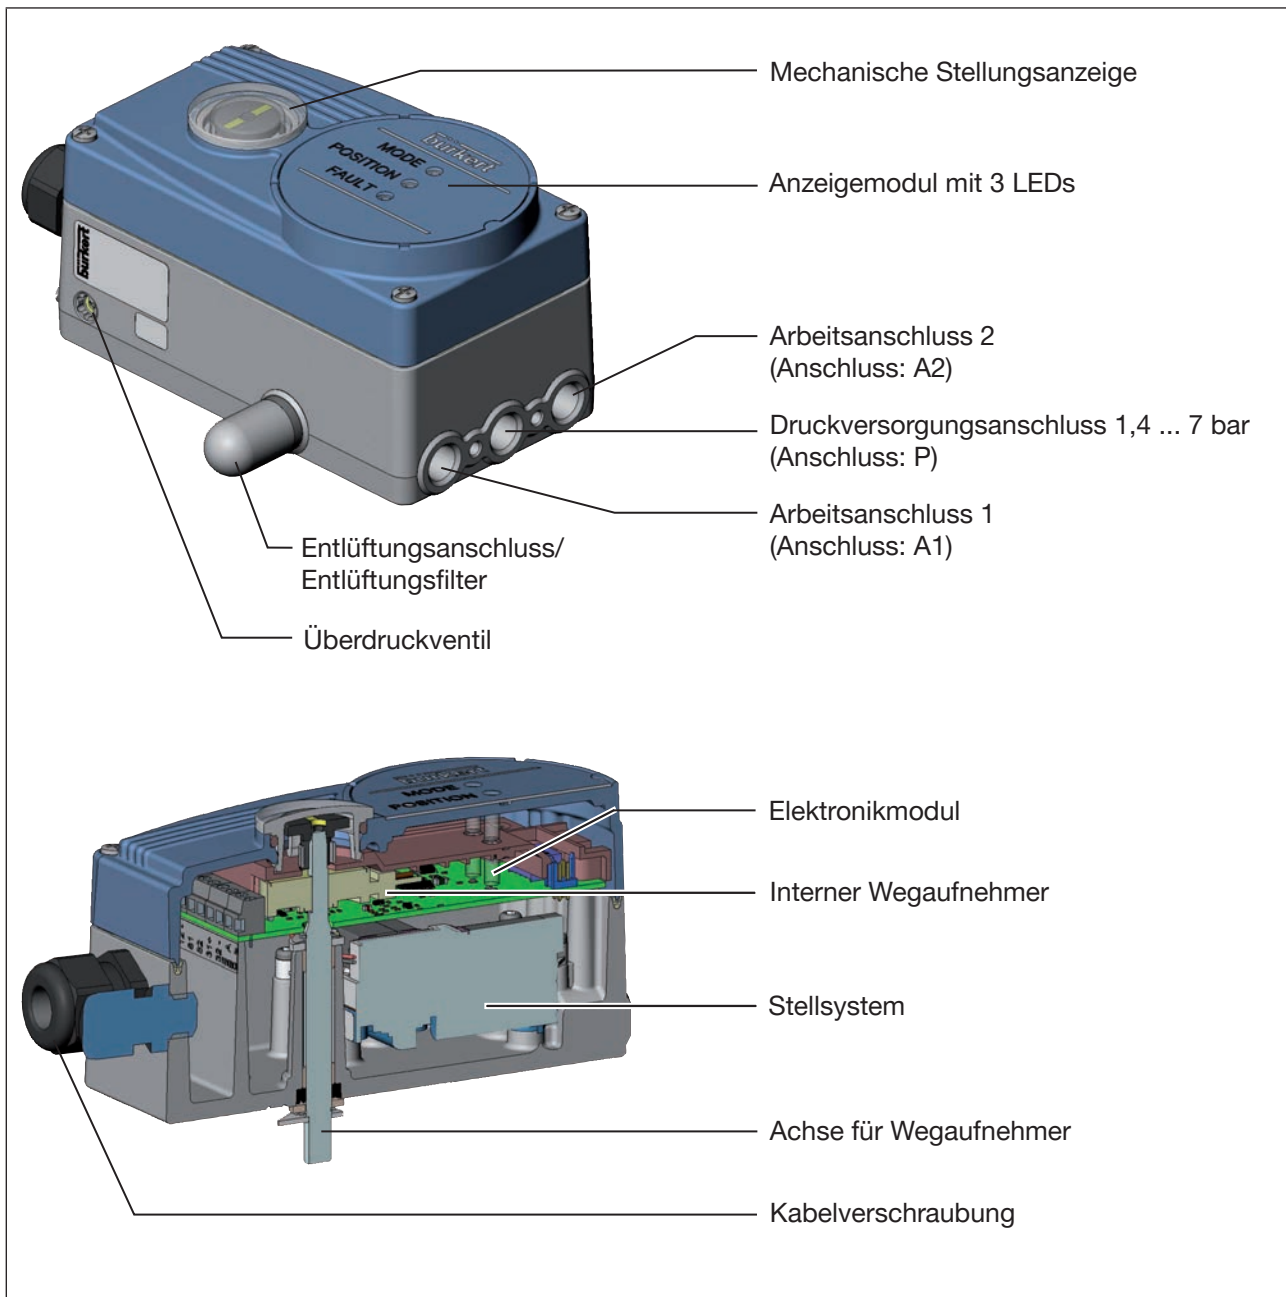

Bild 1: Aufbau, Positioner Typ 8791
2) Bei Einsatz des Positioners unter IP67 Bedingungen, muss der EntlüftungsfILTER (siehe „Bild 1: Aufbau, Positioner Typ 8791“) entfernt und die Abluft in den trockenen Bereich geführt werden.